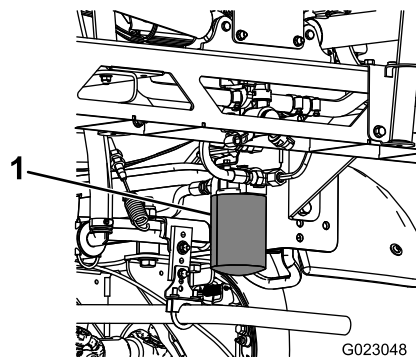

Figure 40
4. Retirez le filtre (Figure 40).